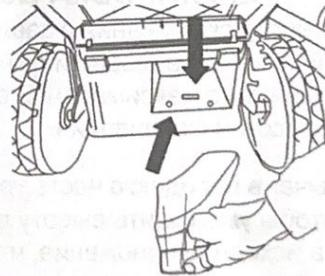

Рис.9
- Нажмите на нижнюю сторону рукоятки, чтобы освободить и извлечь мульчирующую вставку (Рис. 9).